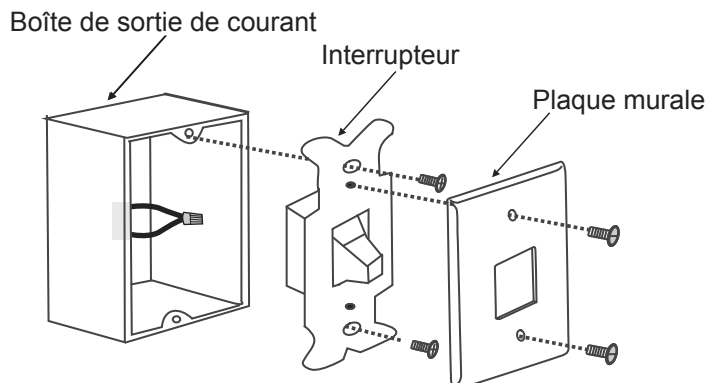

Fig. 22
Étape 1. Retirez la plaque murale existante et l'ancien interrupteur de la boîte de sortie de courant murale. Connectez les fils conducteurs NOIRS (sous tension) et repoussez-les dans la boîte de sortie de courant. (Fig. 22)